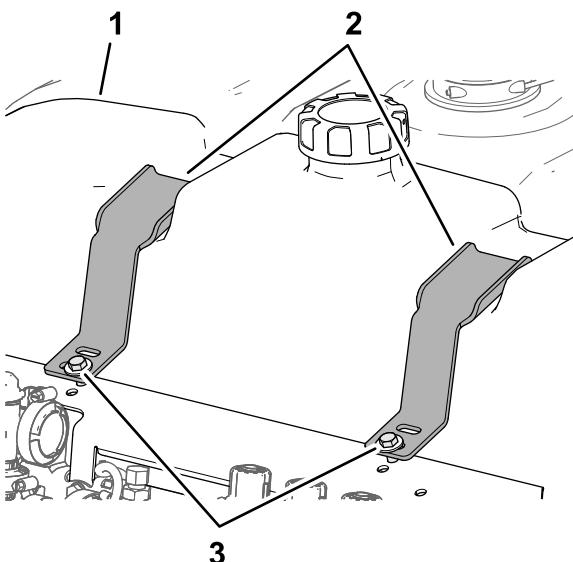

Figure 43
- 2. Vérifiez le jeu entre les dispositifs de maintien et le réservoir de rinçage (Figure 43).
- 3. Si vous constatez un jeu, serrez les boulons et les contre-écrous à embase jusqu'à ce que les dispositifs de maintien soit parfaitement appuyés contre le réservoir de rinçage (Figure 43).
1. Remplissez le réservoir de rinçage d'eau propre (Figure 43).